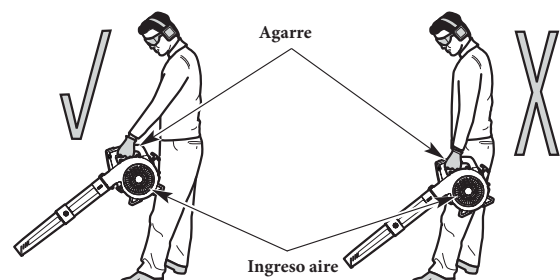

Fig. 8
- Párese en la posición de funcionamiento (Fig. 8). Párate derecho. No te agaches.
- Sostenga la unidad frente a su cuerpo y lejos de él (Fig. 8).
Para evitar lesiones personales graves o daños a la unidad, NO sostenga la unidad a su lado (Fig. 8). El motor puede estar extremadamente caliente. NO bloquee la entrada de aire.